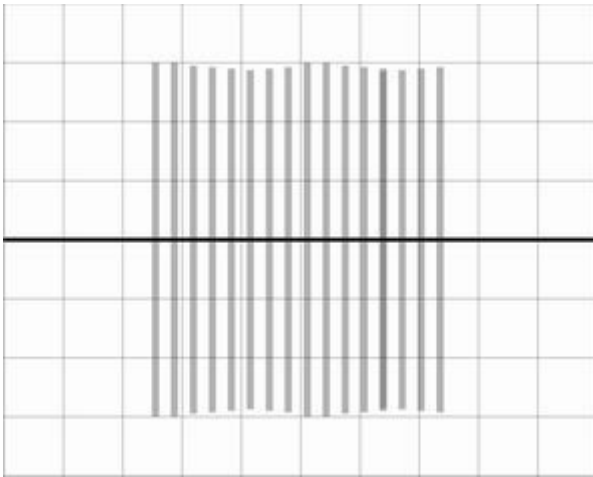

Рис. 3. Правильная настройка.
- последовательно переключая DIP-переключатель добиться максимальной амплитуды импульсов при максимально ровной огибающей пачки импульсов. См. рис.3 и 4.